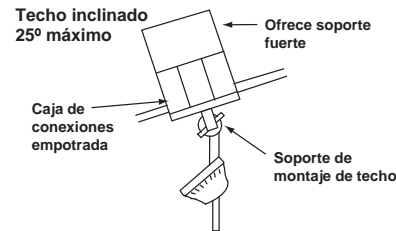

Figura 3
**Nota:** Puede necesitar una varilla interior más larga para mantener la distancia de pala adecuada cuando instale el ventilador en un techo inclinado y en pendiente. (Figura 3).